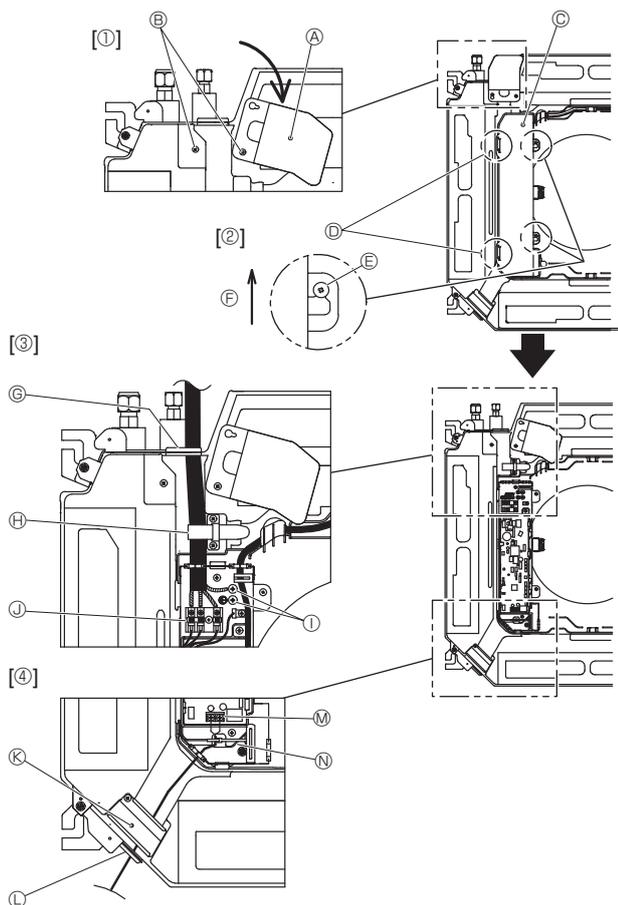
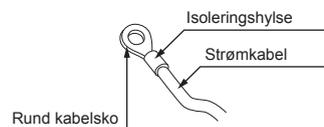
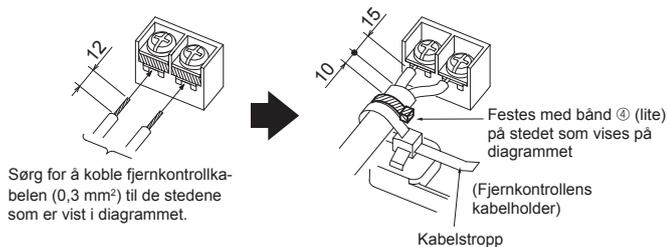

Fig. 6-1
Fig. 6-2
Fig. 6-3
6.1. Innendørsenhet (Fig. 6-1)
- Løsne de to skruene som holder på plass servicepanelet for elektriske ledninger, og snu deretter servicepanelet for elektriske ledninger. [Fig. 6-1 ①]
- Løsne de to skruene som holder på plass lokket på den elektriske koblingsboksen, og skyv deretter av lokket på den elektriske koblingsboksen. [Fig. 6-1 ②]
- Før strømkabelen, innendørs-/utendørsenhetens tilkoblingskabel og jordkabelen gjennom de respektive ledningsåpningene, som vist i diagrammet. [Fig. 6-1 ③] Plasser den avmantlede delen av strømkabelen og innendørs-/utendørsenhetens tilkoblingskabel i den elektriske boksen. Bruk runde kabelsko til rekkeklemmen for innendørs-utendørs tilkobling og ekstrastyret med klemmesett for strømforsyning. [Fig. 6-2] Hvis du ikke kan bruke runde kabelsko, følger du prosedyren i Fig. 6-3 - 6-6. Se 6.1.1. og 6.1.2. for tilkobling.
- Før fjernkontrollkabelen gjennom de respektive ledningsåpningene, som vist i diagrammet. [Fig. 6-1 ④, Fig. 6-3] Se 6.1.1. og 6.1.2. for tilkobling.